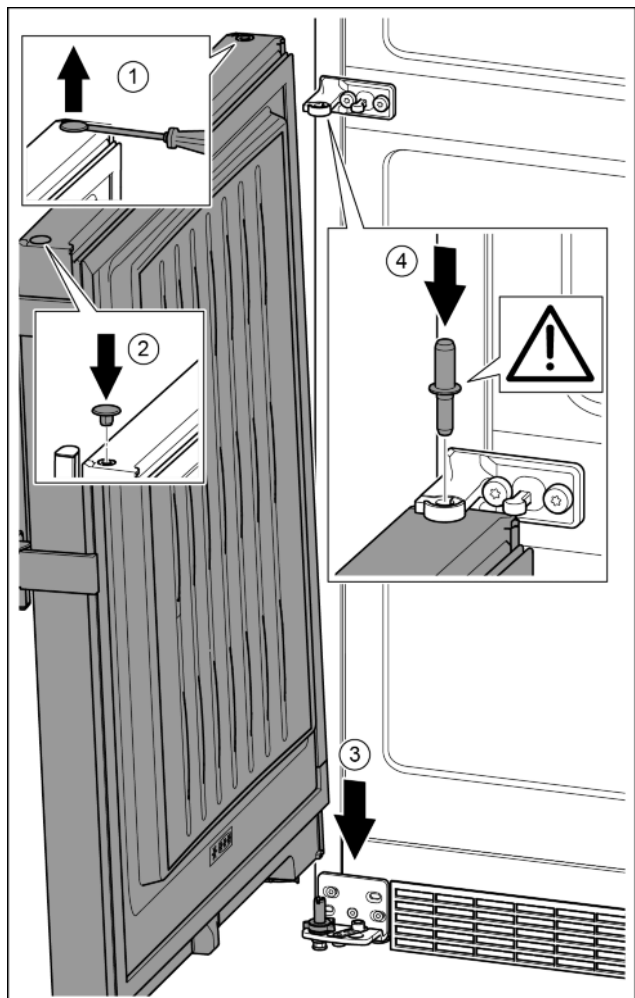

Fig. 22
- ▶ Soulever délicatement le bouchon avec un tournevis plat et le sortir. *Fig. 22 (1)*
- ▶ Remettre en place le bouchon de l'autre côté de la porte. *Fig. 22 (2)*
- ▶ Mettre la porte du haut sur l'axe de palier inférieur. *Fig. 22 (3)*
- ▶ Mettre en place l'axe de palier du milieu à travers le support de palier du milieu dans la porte inférieure. Veiller à ce que l'ergot d'enclenchement soit orienté vers l'arrière. *Fig. 22 (4)*